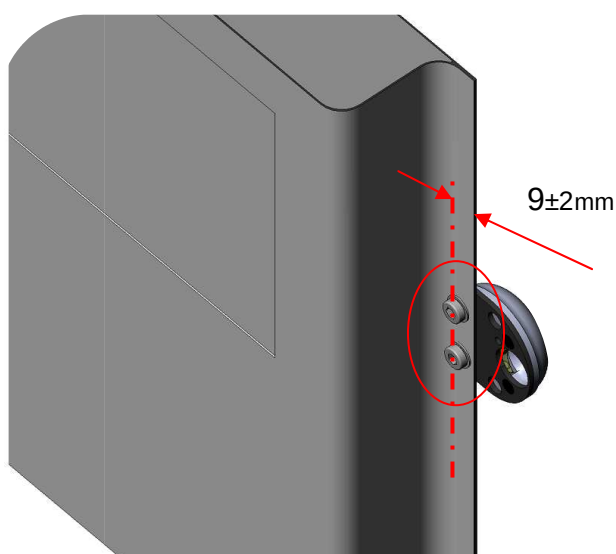

Fig.5
- La posizione dei primi due fori da 8 è a circa  $9 \pm 2$  mm dal bordo verticale della portiera che apre (vedi fig.5). Si tratta di una superficie del portellone molto resistente. La tolleranza indicata serve a consentire il posizionamento della testa cilindrica del perno M8 entro il bordo e mai oltre esso.
Il fissaggio della corazza prevede normalmente i fori sul bordo estremo del portellone utilizzando i due perni M8 con testa a bottone. Prima di forare verificare che la testa del perno M8 sia contenuta nel bordo (vedi fig.5).